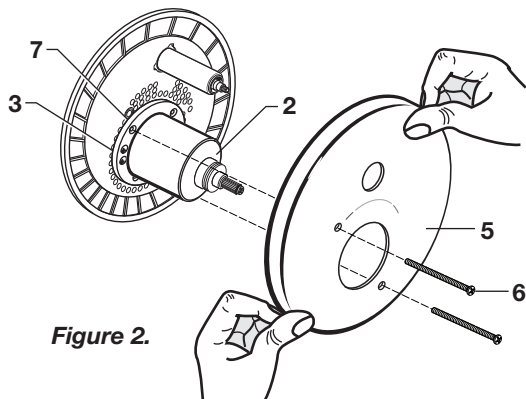

Figure 2.
- **Figure 2.** Pousser la ROSACE (5) sur la BASE DE LA POIGNÉE (2) pour la serrer fermement contre le mur fini. Installer les deux VIS DE FIXATION (6) et serrer.